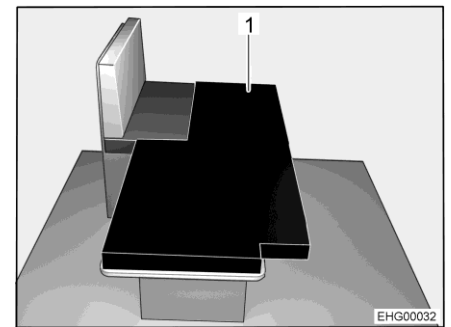

Bild 52 Efter ombyggnaden
- Lägg den extra dynan (Bild 52,1) på det nersänkta bordet så som visas i bild.